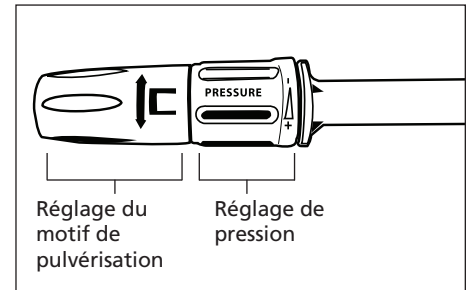

Figure 2
- Vérifiez que la lance n'est pas réglée sur la position « savon ». Voir la Figure 2.